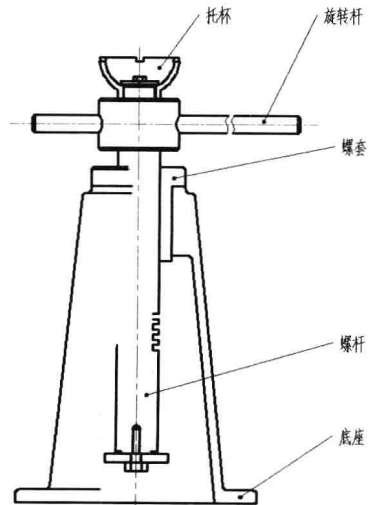

图 6-8-2
- (2) 将已绘千斤顶各零件图（底座、螺母、旋转杆、螺杆和托杯）组合成千斤顶装配图，如图 6-8-2 所示。